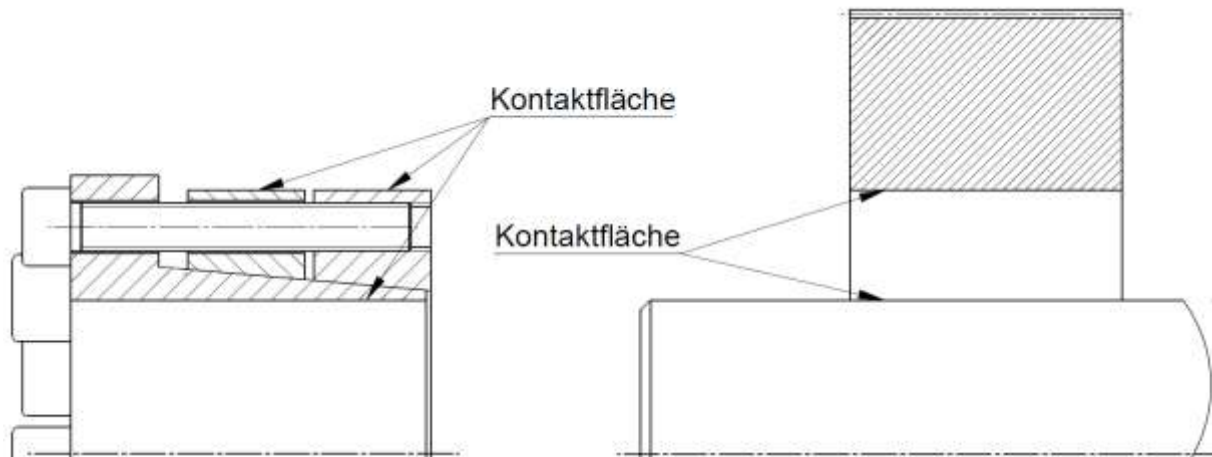

Bild 2) Reinigen der Kontaktflächen
- Kontaktflächen des Spannsatzes sowie der Welle und Nabe reinigen (siehe Bild 2) und anschließend dünnflüssiges Öl leicht auftragen (zum Beispiel: Ballistol Öl oder Klüber Quietsch-Ex)